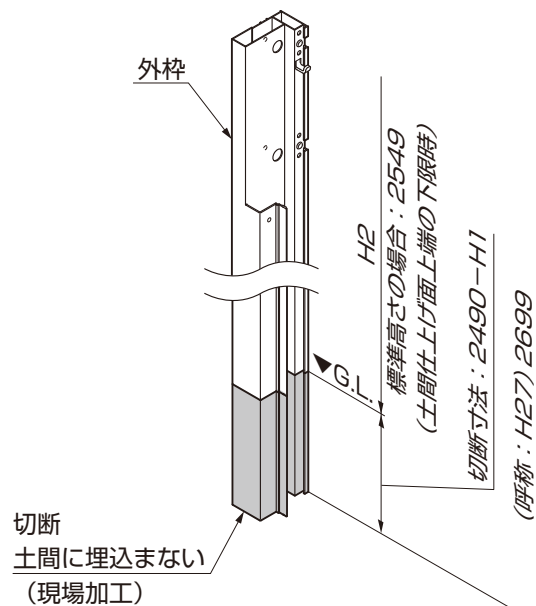
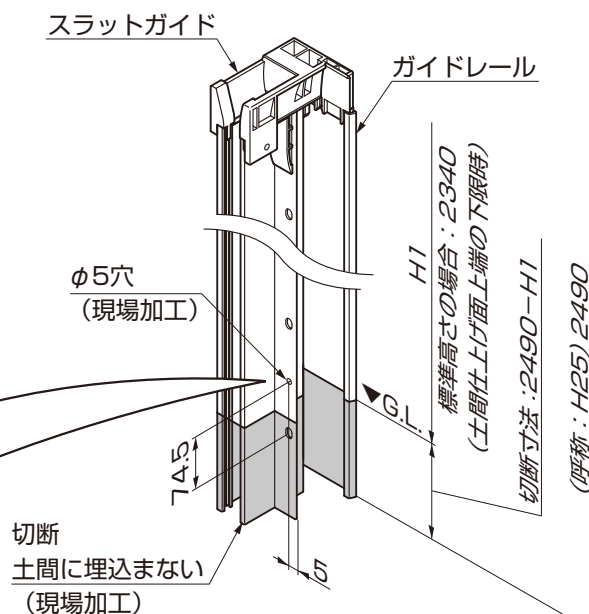

図3-1 外枠の加工
図3-2 ガイドレールの加工
●シャッター取付用縦部材を、シャッター取付用横部材Bに突き当てて(※1)、取付けてください。(図3-2参照)
①外枠を施工現場の土間仕上げ面上端に合わせて切断してください。(図3-1参照)
●標準高さ (H23) の場合、外枠の加工寸法は、H2=2549 (切断寸法：150) となります。(図3-1参照)
②ガイドレールを、施工現場の土間仕上げ面上端に合わせて、切断と最下部の穴あけ (現場加工) をしてください。(図3-2、図3-3参照)
●標準高さ (H23) の場合、ガイドレールの加工寸法は、H1=2340 (切断寸法：150) となります。(図3-2参照)
●施工後のメンテナンス上、外枠、ガイドレールは土間に埋込まないでください。(図3-1、図3-2参照)